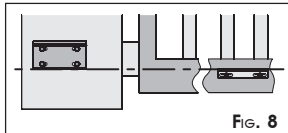

Fig. 8
- le bord inférieur de la patte postérieure doit être aligné sur le bord supérieur de la patte antérieure (Fig.8).